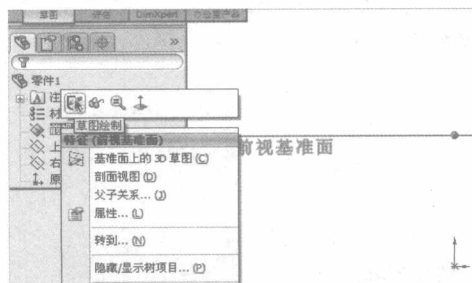

图 2-1-3
① 在 SW 界面的左快捷设计树的前视基准面上单击鼠标右键，选择草图绘制图标创建草图，如图 2-1-3 所示。或者先单击前视基准面，再单击工具栏内的草图绘制图标。